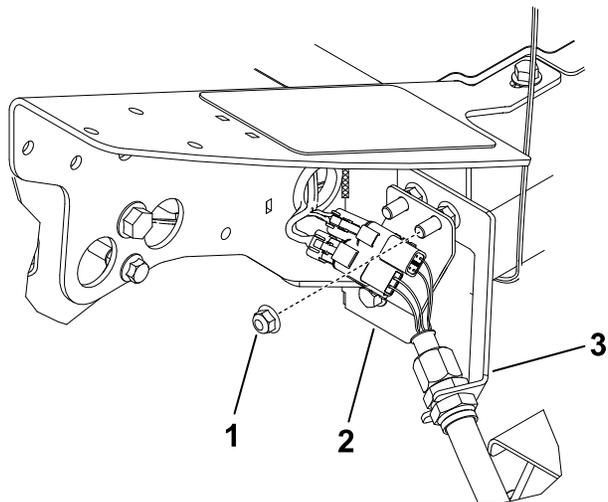

Рисунок 13
1. В переднем левом углу рамы (расположение режущего блока № 4) отверните дополнительную фланцевую гайку с болта крепления кронштейна перегородки к машине (Рисунок 13).
3. Установите соединительную планку на монтажные болты перегородки в таком положении, как показано на Рисунок 13.